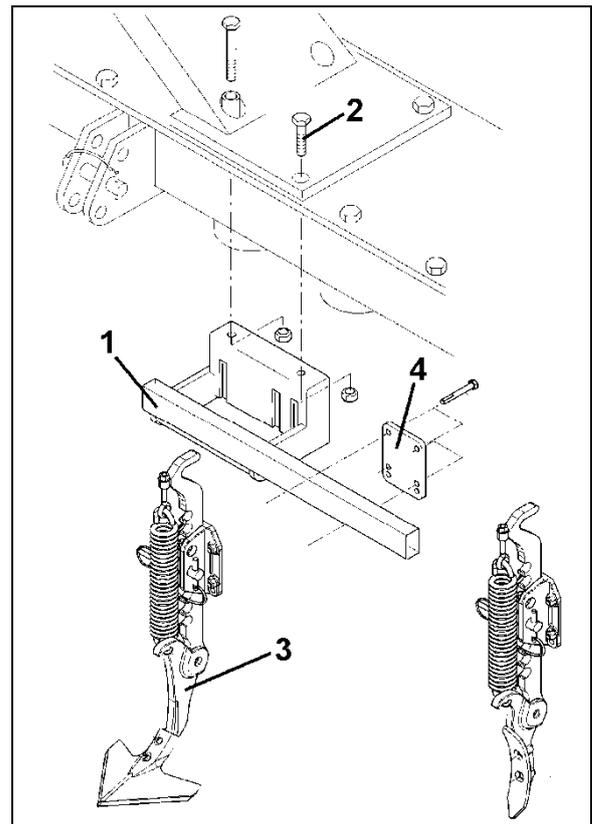

Fig. 21
Die Bodenbearbeitungsmaschine kann mit geringerer Arbeitstiefe eingesetzt werden, wenn diese tiefen Spuren zuerst von den Traktorspurlockerern (Fig. 21) beseitigt werden.
2. Trägerrohr (Fig. 21/1) mit zwei Deckelbefestigungsschrauben (Fig. 21/2) an der Bodenbearbeitungsmaschine anschrauben.
3. Spurlockerer (Fig. 21/3) mit Klemmplatten (Fig. 21/4) und Schrauben an Trägerrohr befestigen.